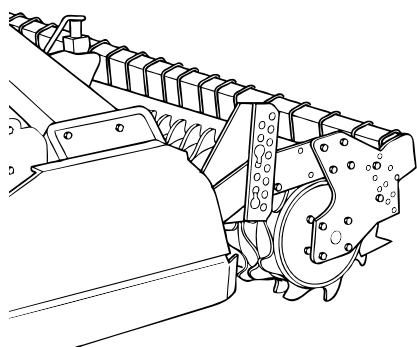

Fig. 12
1. Au moyen de broches latérales (standard - Fig. 12). Cette solution permet le réglage de la profondeur mais aussi d'avoir le rouleau arrière flottant (idéal en présence de cailloux).